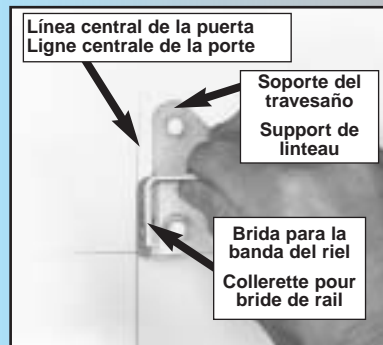

Fig. 2-6
- Asegúrese de que la brida donde se acople la banda del riel esté en la línea central, **Fig. 2-6.**
- Veiller à ce que la bride (à l'endroit où la bride de rail se fixe au support) soit placée sur la ligne centrale. **Fig. 2-6.**